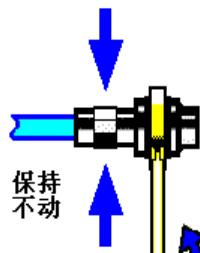

图 3.3 使用力矩扳手完成最后连接
- 步骤 3.** 如图 3.3，使用力矩扳手拧紧完成最后的连接，注意力矩扳手不要超过起始的折点，可使用辅助的扳手防止连接器转动。